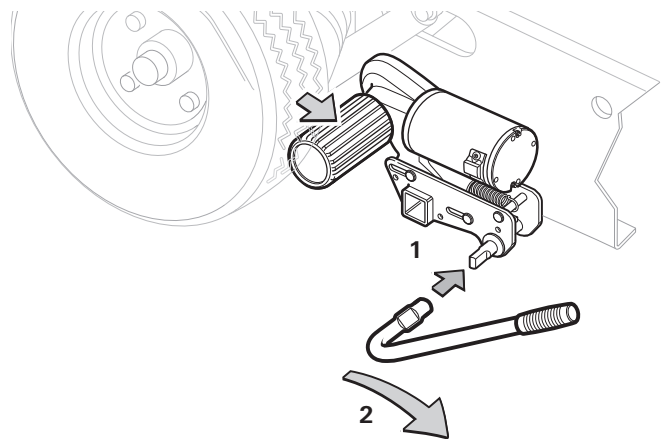
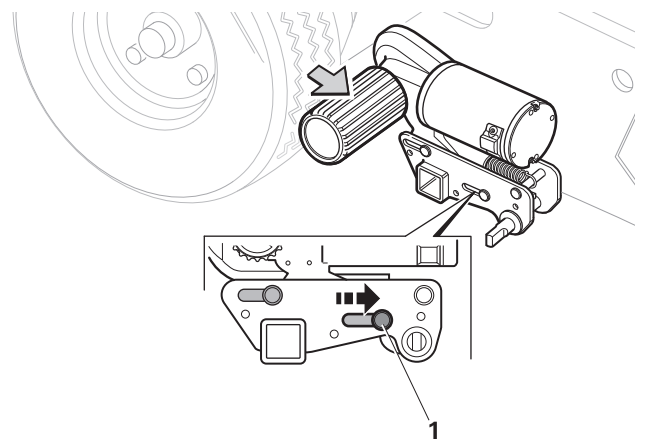

Bild 9
Bild 10
– Den Anschwenkhebel auf die Anschwenkwelle stecken (Bild 9 - 1).
– Anschwenkhebel in Pfeilrichtung (vom Fahrzeugrad weg) (Bild 9 - 2) drehen, bis die Antriebsrolle in der Endstellung sicher einrastet. Der Positionsindikator im Gehäuse steht jetzt auf „X“ (Bild 10 - 1).